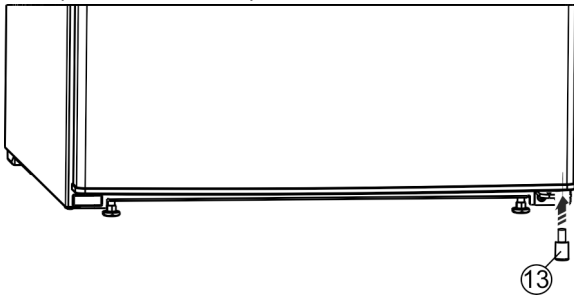

Fig. 11
- ▶ Знову вставте розпірку Fig. 11 (13) у дверцята внизу справа, оскільки вона потрібна для забезпечення стійкості пристрою.